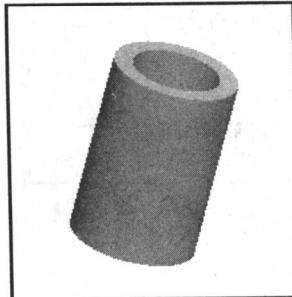

图 1-10 生成的拉伸 1 效果
(10) 在“拉伸”操控板右侧单击“确定”按钮 \checkmark ，生成拉伸 1 效果，如图 1-10 所示。